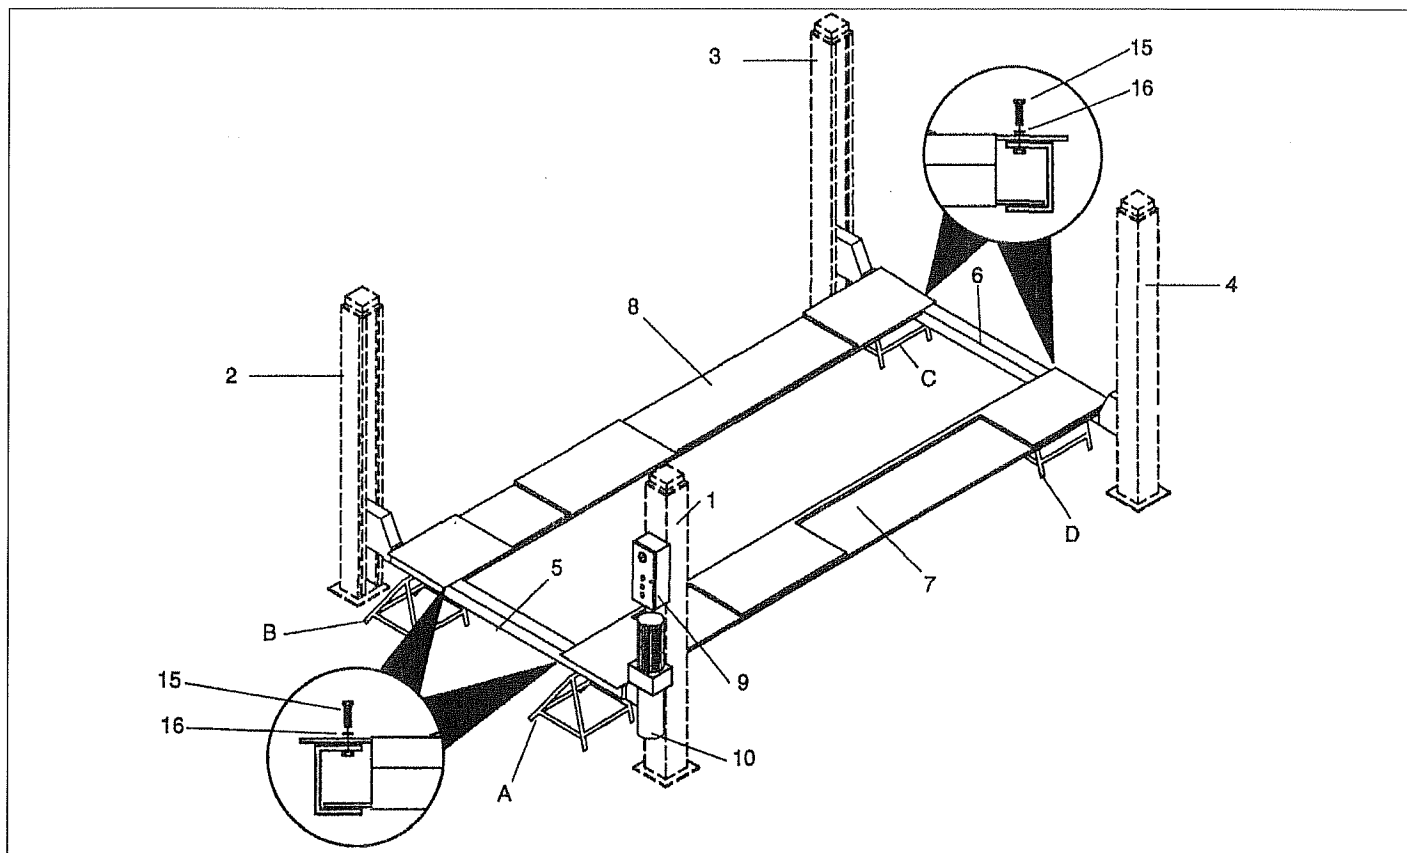

Рис. 39.
5. Установите подвижную платформу (8) на поперечные балки (поз. 5-6, Рис. 39).
6. Проверьте углы и диагонали размещения конструкции сборки поперечных балок и платформы; также проверьте, что подвижная платформа (8) беспрепятственно перемещается между поперечными балками (5-6); затем, полностью затяните винты (15) крепления фиксируемой платформы (7).
Установите стойки на концах поперечных балок (поз. 5-6. Рис.39), соблюдая нумерацию, обозначенную на рисунке 39. Прикрепите стержни безопасности (12), начиная с верхних частей стоек и вставляя их между задними частями поперечных балок (5-6) и направляющими штоками (13), как показано на рисунке 43.